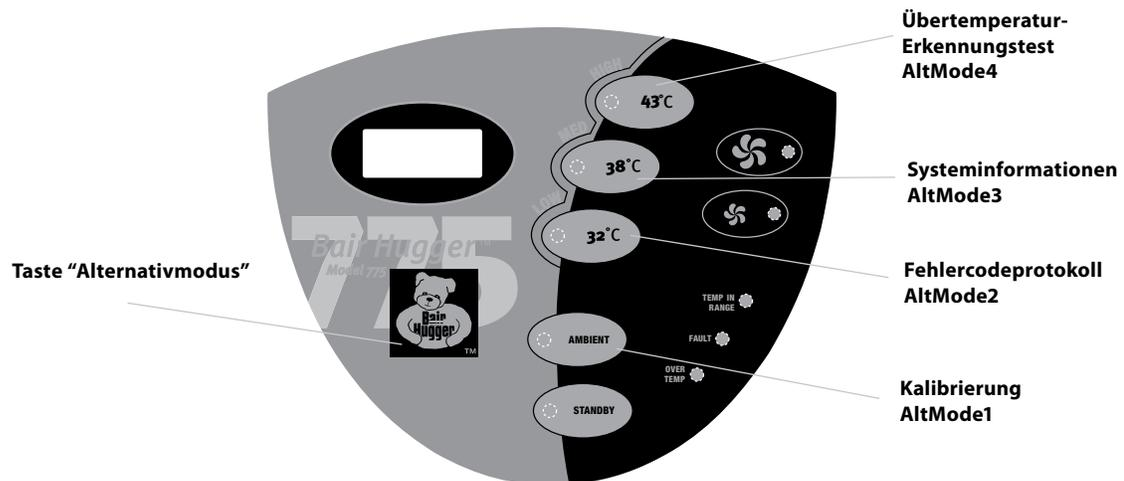

Abbildung 2. Lage der Taste "Alternativmodus"
Die Bair Hugger-Temperaturmanagement-Einheit Modell 775 verfügt über fünf alternative Modi, um den Zugriff auf die Service- und Kalibrierungsfunktionen zu ermöglichen (siehe Abbildung 2 auf Seite 77).
Um eine der *alternativen* Betriebsarten zu wählen, drücken Sie die Taste **Alternativmodus** in Kombination mit der entsprechenden Betriebsarttaste auf dem Bedienfeld. Abbildung 2 gibt an, welche Tasten Sie drücken müssen, um einen der fünf *alternativen* Modi aufzurufen. Wenn die richtige Tastenkombination gedrückt wurde, steht auf der Anzeige "Hold for AltModeX" (Für AltModeX gedrückt halten), wobei "X" die gewählte *alternative* Betriebsart aus der Liste oben bezeichnet.
4. Drücken Sie die Taste für den **alternativen Modus** (siehe "Abbildung 2. Lage der Taste "Alternativmodus"" auf Seite 77) und die Taste **Umgebung** gleichzeitig drei Sekunden lang. Das Temperaturmanagementgerät befindet sich jetzt in der Betriebsart *Kalibrierung*. In dieser Betriebsart führt das Temperaturmanagementgerät folgende Funktionen durch:
4. Drücken Sie die Taste für den **alternativen Modus** (siehe "Abbildung 2. Lage der Taste "Alternativmodus"" auf Seite 77) und die Taste **43 °C** gleichzeitig drei Sekunden lang. Das Temperaturmanagementgerät befindet sich jetzt im *forcierten Übertemperaturmodus*. In dieser Betriebsart führt das Temperaturmanagementgerät folgende Funktionen durch:
2. Drücken Sie die Taste für den **alternativen Modus** ("Abbildung 2. Lage der Taste "Alternativmodus" auf Seite 77) und die Taste **32 °C** gleichzeitig drei Sekunden lang. Das Temperaturmanagementgerät befindet sich jetzt in der Betriebsart *Fehlercodeprotokoll*. In dieser Betriebsart führt das Temperaturmanagementgerät folgende Funktionen durch: